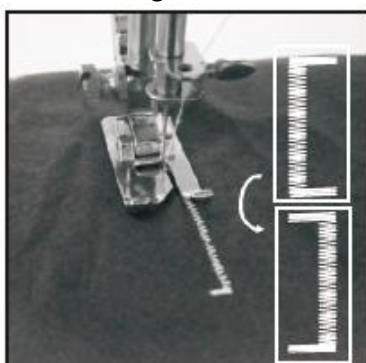

Fig.18
- 5) Breng de naaivoet omhoog en draai het doek 180° (Fig. 18).